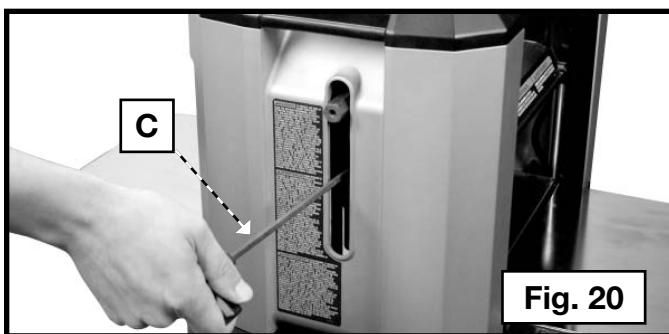

Fig. 20
3. Insérer la clé fournie (C), fig. 20, dans le trou hexagonal. Tourner le porte-lame de manière à ce que dispositif de verrouillage du porte-lame s'enclenche.
6. Pour remplacer les deux autres couteaux, répéter les étapes 3 à 5. Enfoncer le mécanisme de blocage du porte-lame et utiliser la clé fournie (C), fig. 20, pour faire tourner le mécanisme de blocage du porte-lame jusqu'à ce que le loquet s'enclenche et que le prochain couteau soit en position pour être retiré.